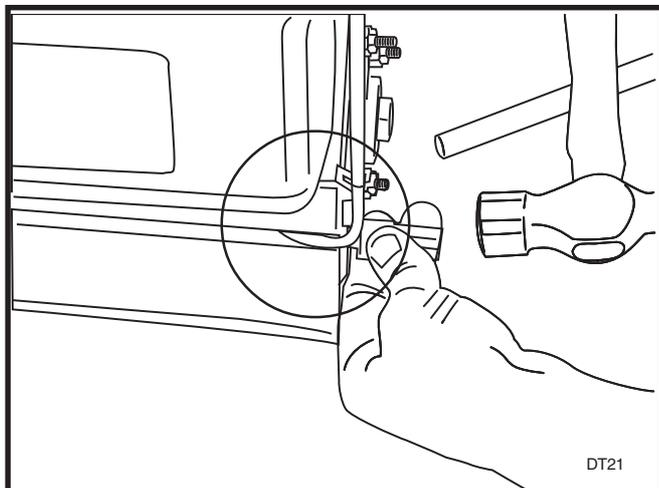

FIGURA 3
10. Ricollegare la barra di protezione in gomma con il dado di spinta sul telaio controllando che il cavo passi al di sopra della barra. Vedere Figura 3 (alcune unità hanno perni).